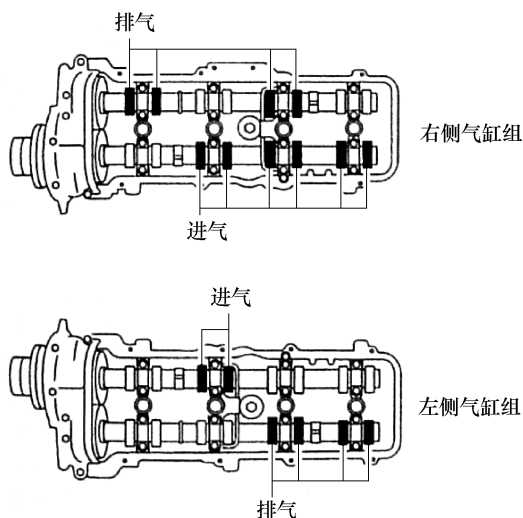

图 1-35 测量气门间隙
③ 将曲轴旋转 1 周(360°)，并对准正时标记。
④ 仅检查图 1-35 中指示的气门。
⑤ 使用塞尺，测量气门挺杆和凸轮轴间